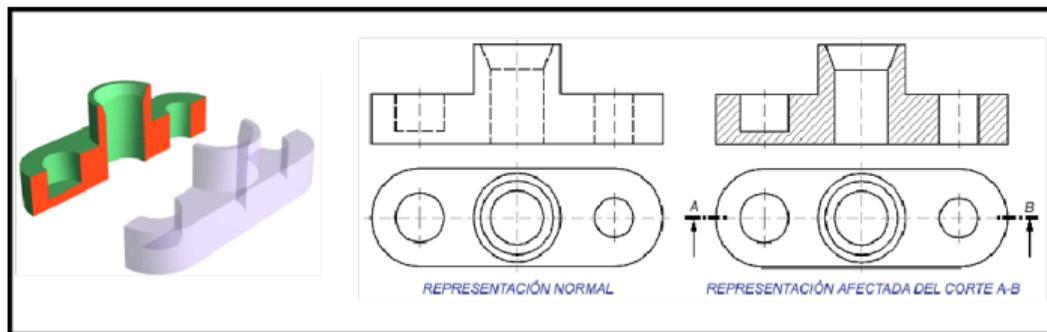

Figura 2: Comparación entre vista ortogonal normal y vista con el corte.
- Con frecuencia la vista en sección o corte reemplaza una vista regular (figura 2).